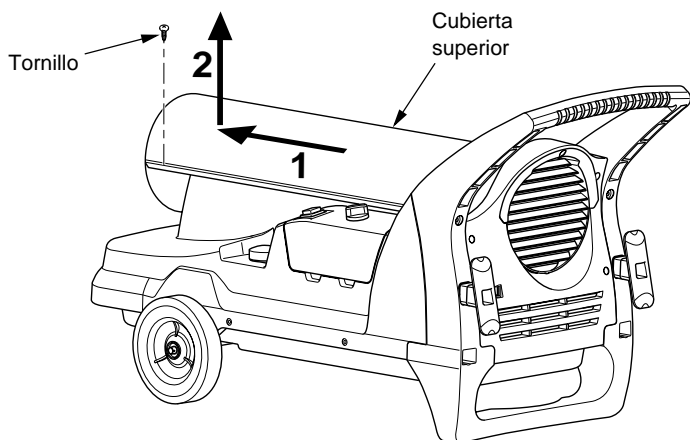

Figura 5 - Desmontaje de la cubierta superior
1. Quite los tornillos a cada lado del calentador utilizando un destornillador phillips. Estos tornillos unen las cubiertas superior e inferior. Consulte la figura 5.
1. Desmonte la cubierta superior (consulte la figura 5).